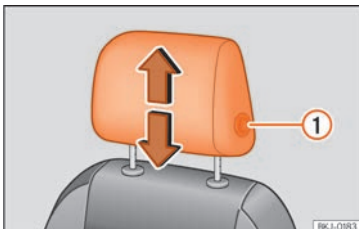
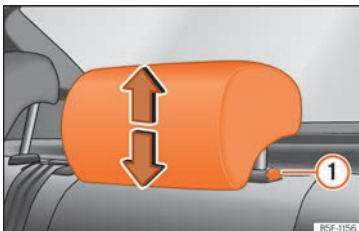

Abb. 119 Vordersitz: Kopfstützeinstellung.
Abb. 120 Kopfstützen hinten: Kopfstützeinstellung.
- Schieben Sie die Kopfstützen in die entsprechende Pfeilrichtung nach unten oder oben. Um die vorderen Kopfstützen nach oben oder nach unten zu schieben, muss die Taste » Abb. 119 ① gedrückt werden; bei den hinteren Kopfstützen muss die Taste » Abb. 120 ① nur zum Absenken gedrückt werden » ⚠️ in Einleitung zum Thema auf Seite 132.
- Seitliche Taste drücken » Abb. 119 ① und Kopfstütze herausziehen.